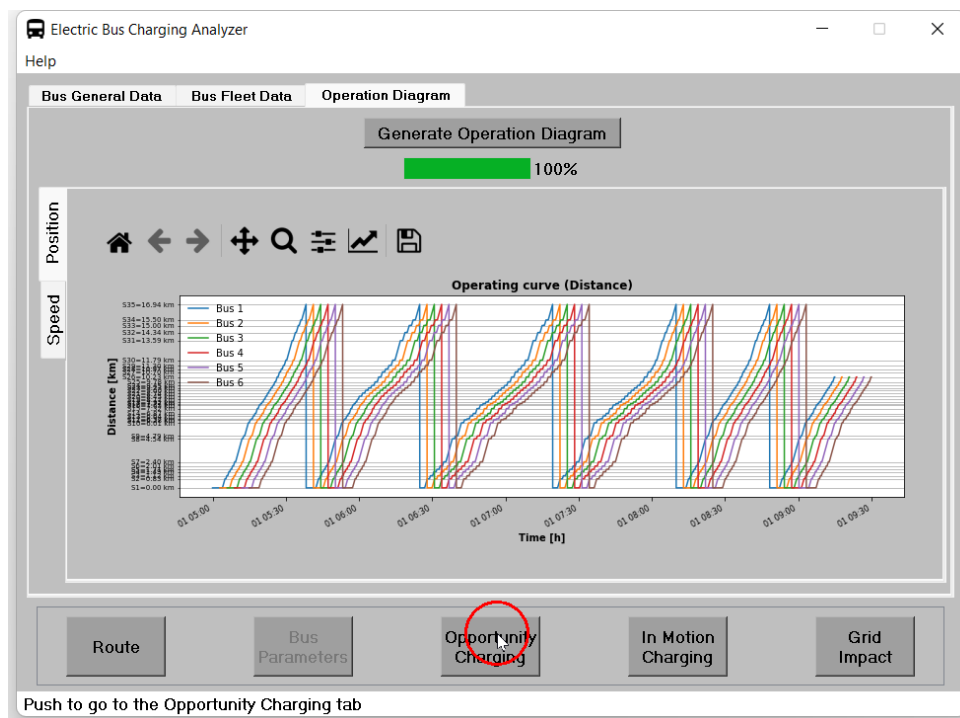

Figura 21: Configuración de los parámetros de la flota.
4. Finalmente, luego se que la barra de carga termine y se visualice el diagrama de operación, se procede a pasar a la siguiente ventana presionando el botón **Opportunity Charging** como se muestra en la figura 21.